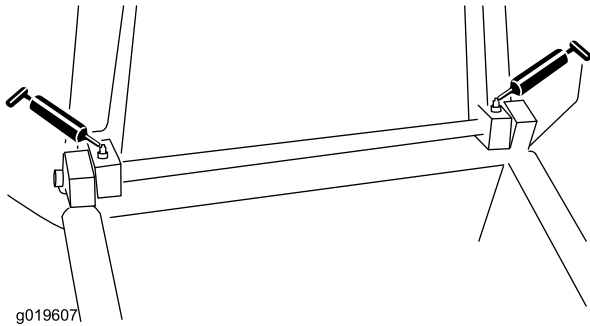

Figura 19
- Puntos de pivote de la tolva (2) – Figura 19